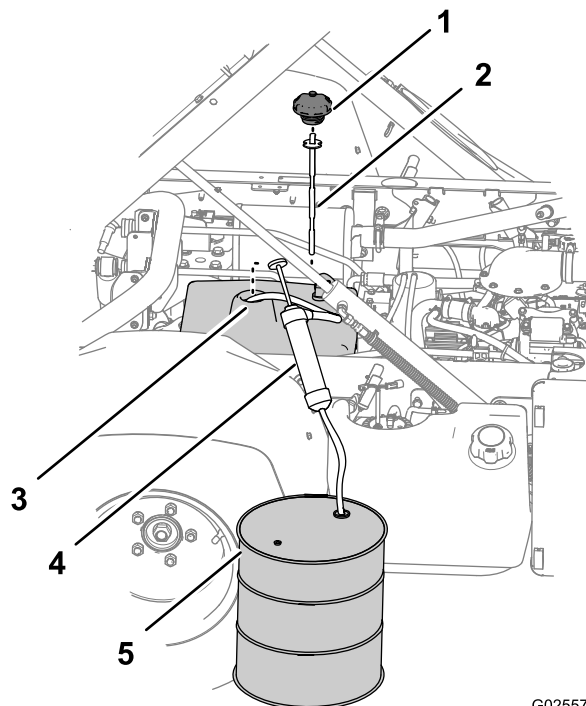

Figure 83
3. Enlevez le bouchon et la jauge dans le goulot de remplissage du réservoir (Figure 83).
4. Insérez le flexible d'admission du matériel d'aspiration dans le goulot de remplissage du réservoir hydraulique jusqu'au bas du réservoir (Figure 83).
5. Dirigez le flexible d'évacuation du matériel d'aspiration dans un bac de récupération (Figure 83) de 11,4 l de capacité pour les modèles autres que TC, ou de 18,9 l de capacité pour les modèles autres que TC équipés du kit hydraulique grand débit (option) ou le modèle TC.
7. Enlevez le matériel d'aspiration du réservoir (Figure 83).
8. Versez 7,5 l (pour les modèles autres que TC) ou 15,1 l (pour les modèles autres que TC équipés du kit hydraulique grand débit [option] ou le modèle TC) du liquide hydraulique spécifié dans le réservoir hydraulique (Figure 83).
9. Insérez la jauge et le bouchon dans le goulot de remplissage du réservoir hydraulique (Figure 83).